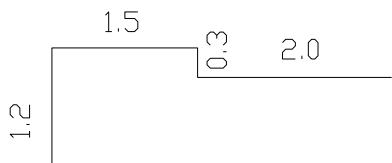

Рис. 23.1
3. Методом ескізу нарисувати четвертину резистора прямокутними відрізками (рис.23.1) з вказівкою відносних координат.